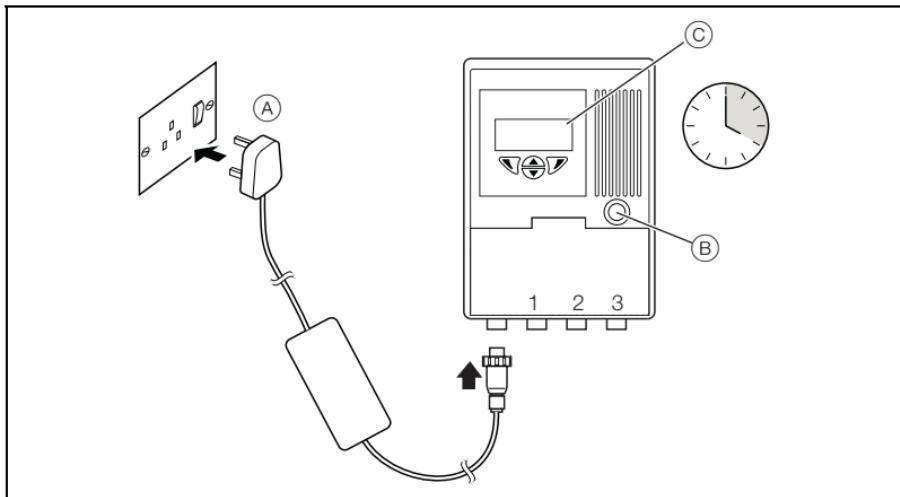

Рис. 6.1 Подзарядка CalMaster2
1. Вставьте в розетку универсальный сетевой адаптер (A) – см. Рис. 6.1.
2. Нажмите кнопку On (Вкл) (B). Если этого не сделать, то батарея будет заряжаться медленно и не полностью.
3. Правильность подключения будет подтверждаться значком работы от сети в верхнем правом углу дисплея (C).
5. Если включен режим быстрой зарядки, то при достижении необходимого напряжения блок автоматически выключает быструю зарядку, и дисплей выключается. При нажатии кнопки On (Вкл) (B) запускается CalMaster 2.
7. CalMaster 2 может быть использован во время зарядки. Для этого нужно нажать кнопку с маркировкой Stop (Останов) на дисплее, а затем нажать кнопку On (Вкл) (B). Не отсоединяйте зарядное устройство. В таком режиме время зарядки увеличивается.